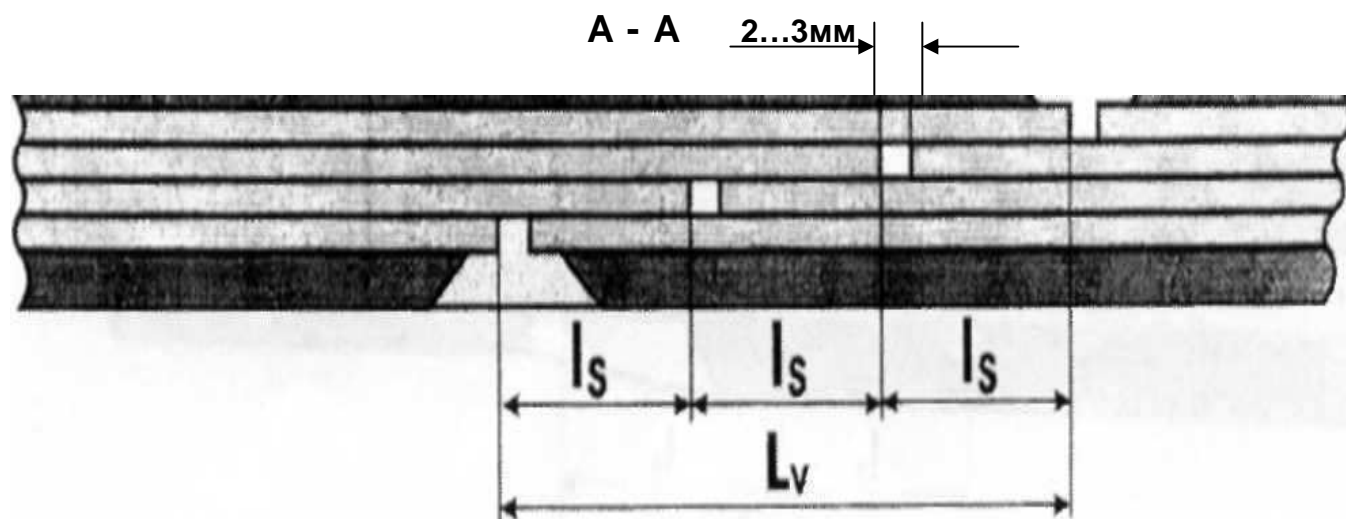

Рисунок 2 - Рекомендуемые требования к схеме стыковки
3.1.2 При стыковке концы обоих сращиваемых участков конвейерной ленты соединяются между собой в соответствии с нижеуказанными схемами (Рисунок 2)
Увеличение на $0,3 \cdot B$ вызвано тем, что стыковка должна производиться со скосом. Однако в отдельных случаях допускается выполнение стыковки по прямой, в этом случае $L=L_v$ (Рисунок 2).